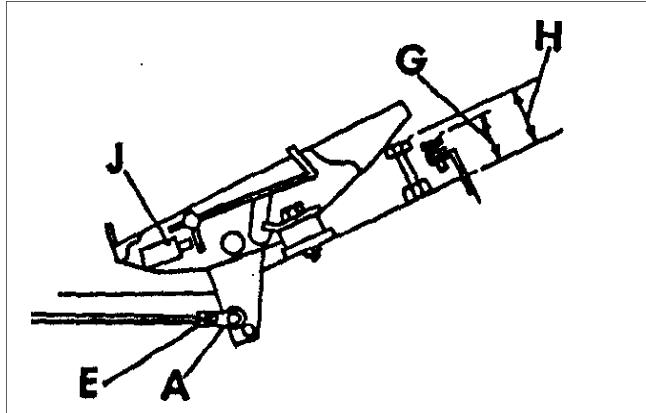

Fig.44
FREM/BAK-PEDAL (Fig. 44 og 45)
**S****SF****KÖRPEDALEN (fig. 44 och 45)**
2. Ta bort kulleden (A) från pedalen.